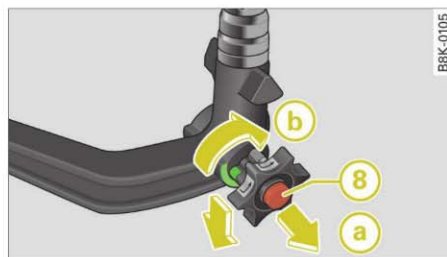
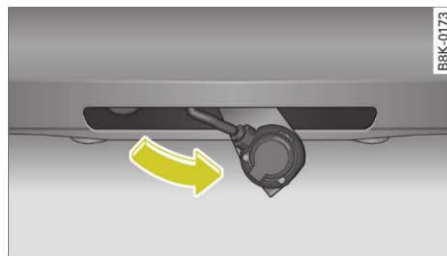

Fig. 210 Dispozitiv demontabil de remorcă: Demontarea cuplei sferice
Fig. 211 Zona barei de protecție spate: Ridicarea capacului prizei
- Îndepărtați clapeta și introduceți cheia ⑧ ⇒ *pagina 204*, fig. 210 în rozetă.
- Mențineți cupla sferică fix și trageți rozeta în sensul săgeții ⑨.
- Roțiți complet rozeta în sensul săgeții ⑩.
- Apoi rabatați priza ⇒ *pagina 204*, fig. 211 în sus până la **limită**. Astfel se va închide automat locașul de prindere.